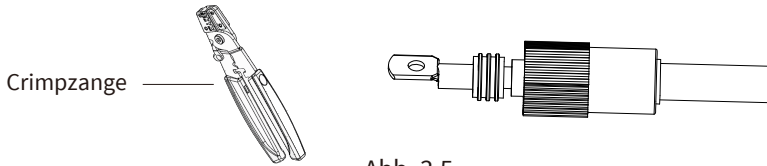

Abb. 3.5
c) Crimpen Sie die Klemme (siehe Abb. 3.5).